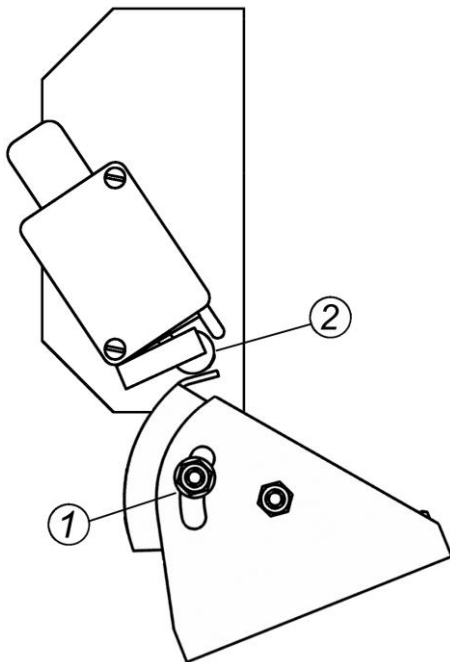

Рис. 6.4.10
3. Ослабьте зажим кулачка 1 на передней центральной балке сошников и поворачивайте кулачок до тех пор, чтобы ролик концевого выключателя 2 находился в конце наклонного выступа и был сжат (рис.6.4.10). Закрутите зажим кулачка 1.